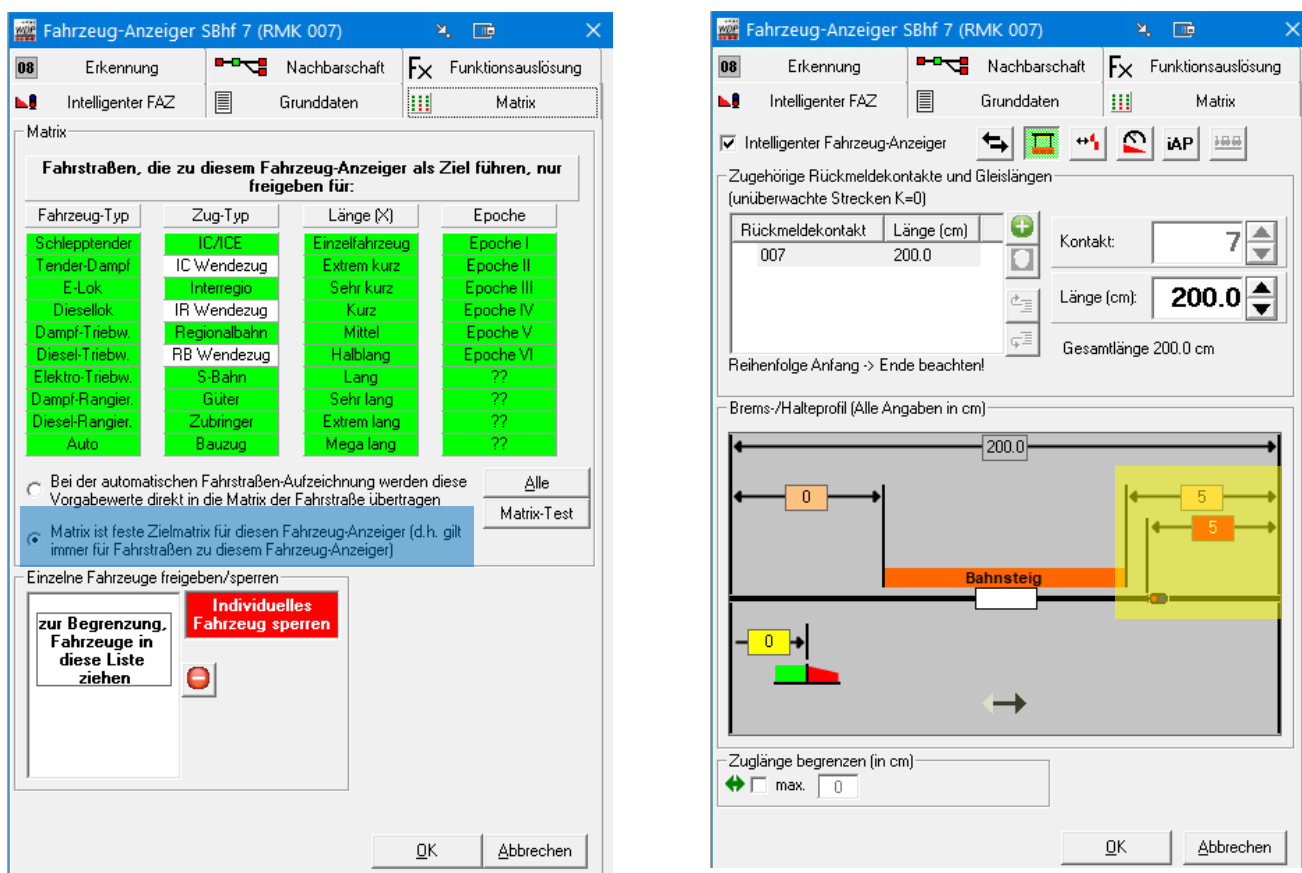

Fig. 8.1
1. Seuls les iADV peuvent être utilisés. Toutes les indications de longueur de la CR doivent être saisies et la matrice de destination doit être sélectionnée (fig. 8.1 / marquage bleu). Les blocages ou les autorisations de circulation de locomotives individuelles doivent également être saisis dans l'iADV (et non dans les itinéraires). Si la voie est exploitée dans les deux sens dans le RT-CGC, l'iADV doit également être configuré pour les deux sens. Les iADV sur les voies en cul-de-sac ne sont configurés que pour un seul sens (sens d'entrée).
Dans cet exemple de projet, les trains réversibles ont été vérifiés via la matrice de destination de l'iADV, afin que seuls les trains autorisés à repartir en marche arrière puissent entrer dans les voies en cul-de-sac. Cela implique toutefois que certaines lignes de la matrice doivent être dupliquées. Par exemple, « Interregio » et « IR Wendezug » (fig. 8.1). Si cette duplication n'est nécessaire que pour le RT-CGC, il est possible de résoudre l'interdiction d'entrée d'une autre manière et d'utiliser ainsi les lignes de matrice économisées pour d'autres types de trains.